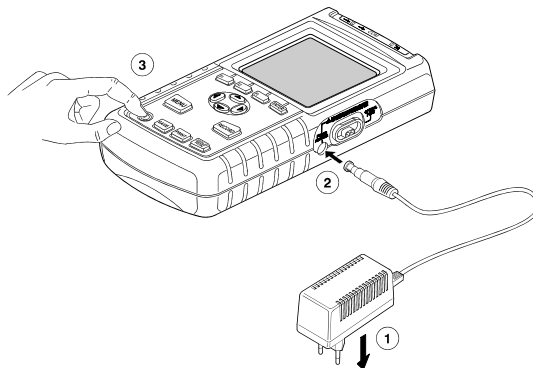

Figura 2. Alimentazione del Fluke 43B
- 2 Connettere il cavo dell'adattatore di corrente al Fluke 43B (vedere la Figura 2).